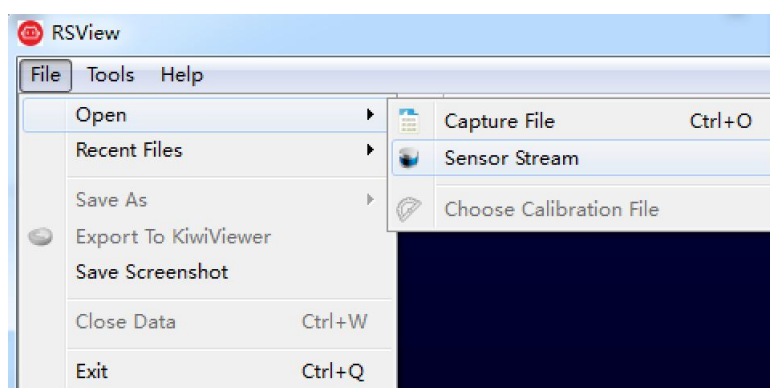

图 B-1 打开 RSVIEW 实时数据显示
3. 点击 **File > Open** 并且选择 **Sensor Stream**（图 B-1）